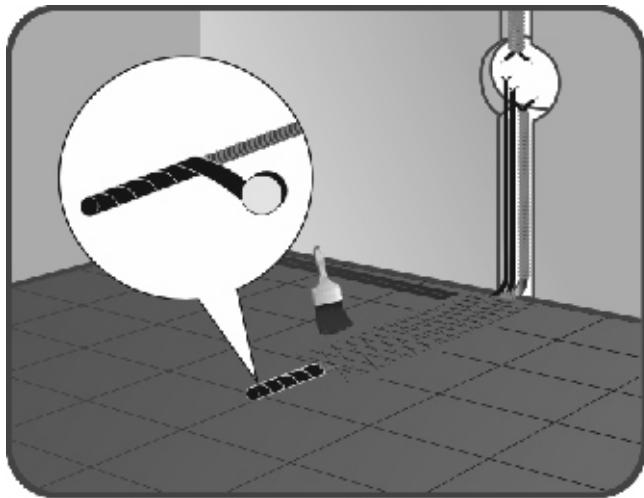

Рисунок 1
5. Поместите датчик температуры в трубу, входящую в комплект. Датчик должен располагаться внутри трубы вблизи ее конца. Конец трубы с датчиком, оканчивающийся в полу, плотно загерметизируйте для предотвращения попадания внутрь раствора. Уложите трубку с датчиком в подготовленную канавку и выведите к терморегулятору или распаечной коробке. Радиус изгиба трубы должен быть не менее 5 см (рисунок 1).